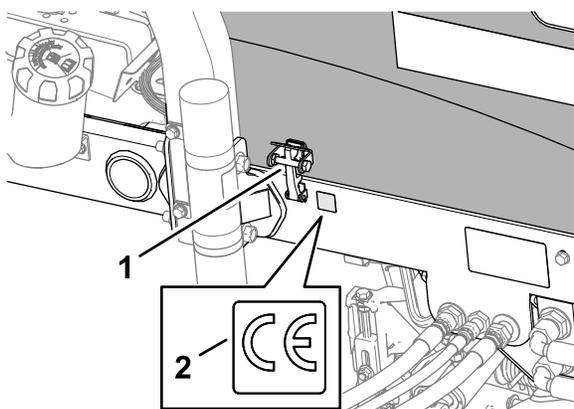

Figure 38
3. Essuyez soigneusement le cadre gauche, près du loquet du capot, et laissez sécher le cadre (Figure 38).
4. Retirez la pellicule protectrice au dos de l'autocollant CE (réf. 133-8095), et appliquez-le sur le cadre, comme montré à la Figure 38.